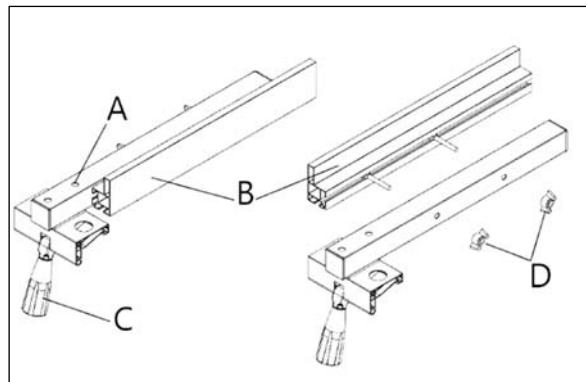

Рисунок 20.
- Ослабьте и снимите две ручки D (рис. 20)
Параллельность упора и боковой поверхности пильного полотна можно настроить, регулировочными винтами А (рис. 20).